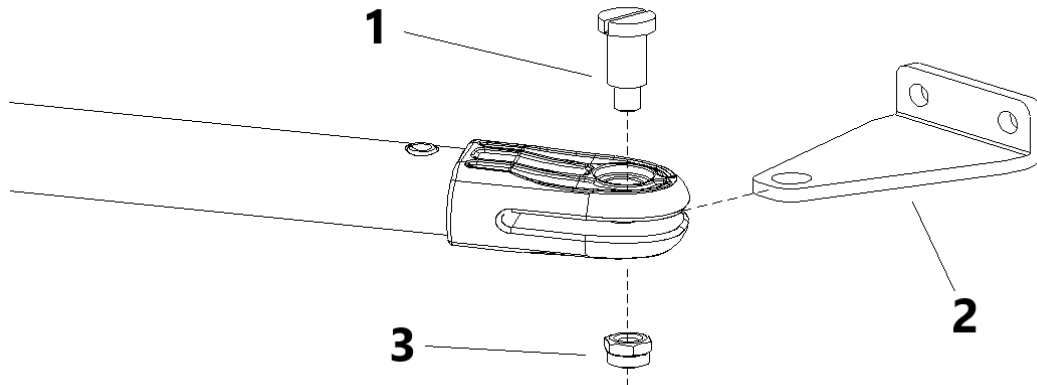

Abbildung 9
E) Befestigen Sie die Wandhalterung gemäß den Markierungen in Abbildung 9 an der Wand. Verbinden Sie anschließend das Hauptgerät mit der Wandhalterung mittels Schraube und Mutter. (Bitte verwenden Sie eine Wasserwaage, um die waagerechte Montage sicherzustellen.)